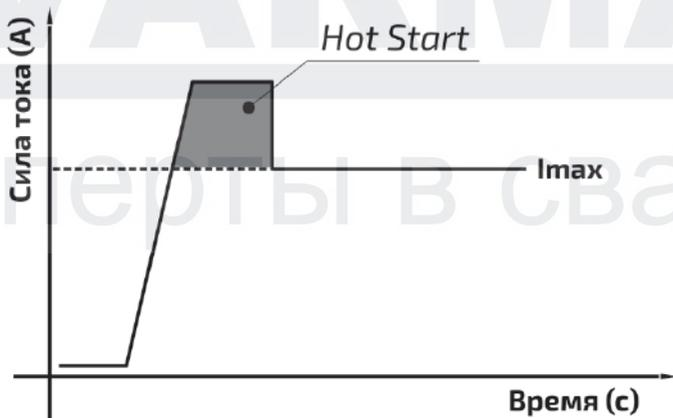

Рис. 10.2.2. Hot Start.
**Hot Start (горячий старт)** – служит для обеспечения лучшего поджига дуги в начале сварки, инвертор автоматически повышает сварочный ток. Это позволяет значительно облегчить начало сварочного процесса (см. рис. 10.2.2).